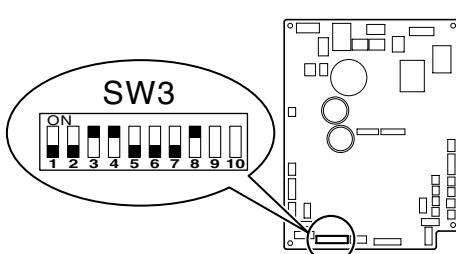

Fig. 6-2
6.2. Instelling van de ingebouwde binnenuit (moet worden uitgevoerd) (Fig. 6-2)